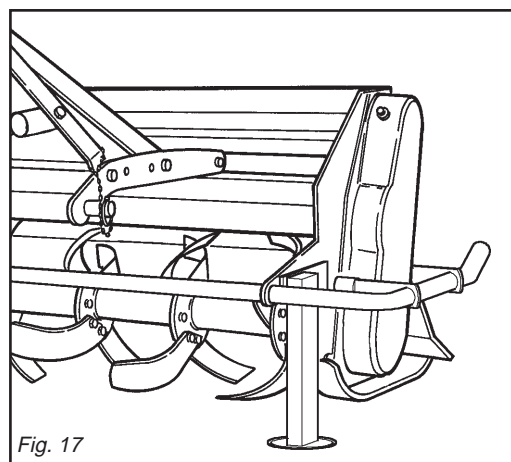

Fig. 17
- 1- Position the support foot as shown in the figure 17.
- 1- Den Stützfuß wie in Abb. 17 gezeigt anordnen.
- 1- Placer le pied d'appui (voir figure 17).